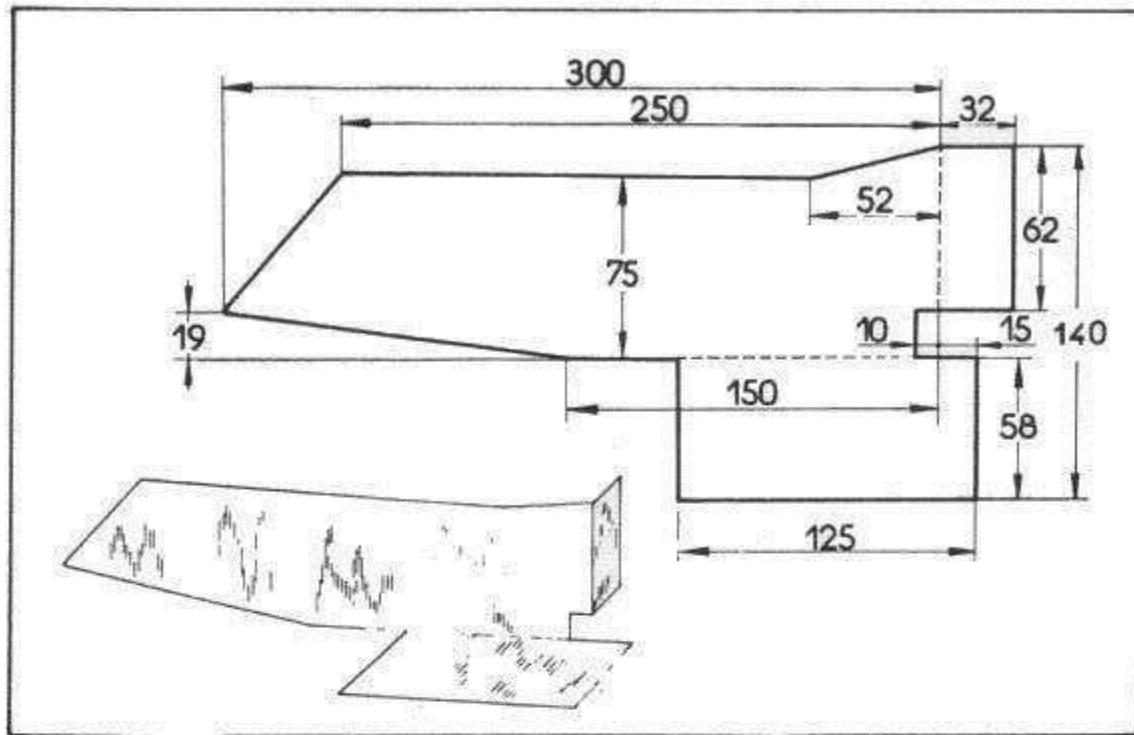

Abbildung 1
2. Aus einem 0,8 mm starken Blech je zwei symmetrische, wie in Abbildung 1 und 2 vermaßte Verstärkungsbleche anfertigen.